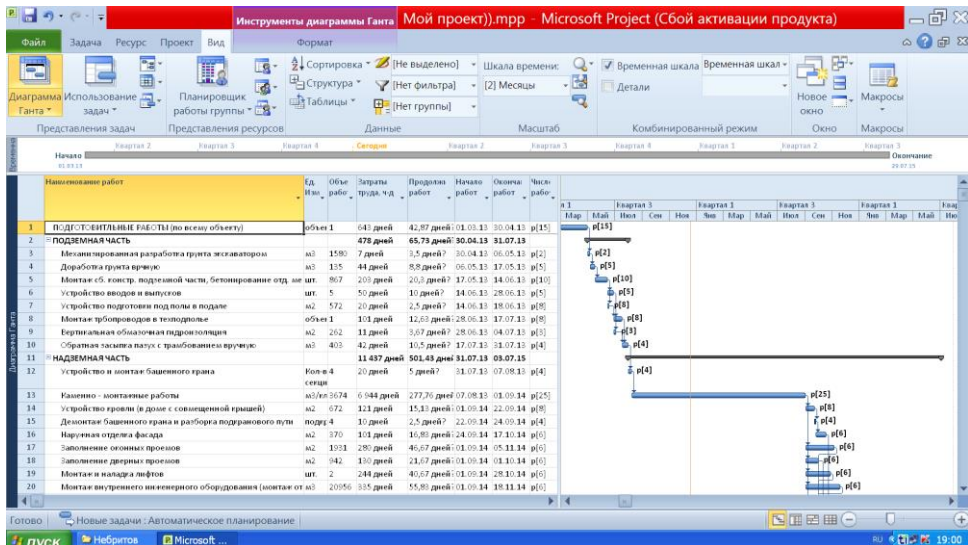

Рис.14. Представление временной шкалы
- На вкладке **Вид**, в группе **Комбинированный режим** установить флажок **Временная шкала**. Над представлением **Диаграмма Ганта** появится представление **Временная шкала** (рис.14), где указана дата начала и окончания проекта. Для снятия Временной шкалы флажок убрать.